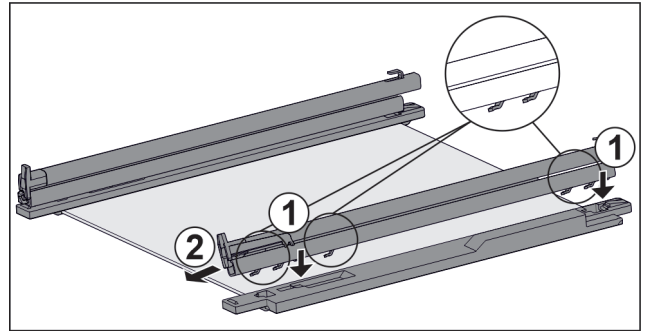

Fig. 48 Скляна пластина з рейками та деталями для підтримки
- ▶ Одягти гаки рейки на отвори **лівої** деталі для підтримки. Fig. 48 (1)
- ▶ Потягніть рейку вперед. Fig. 48 (2)
- ▶ Одягти гаки рейки на отвори **правой** деталі для підтримки. Fig. 48 (1)